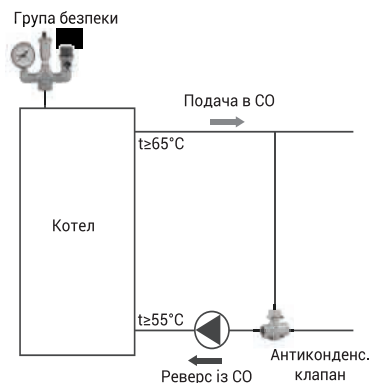
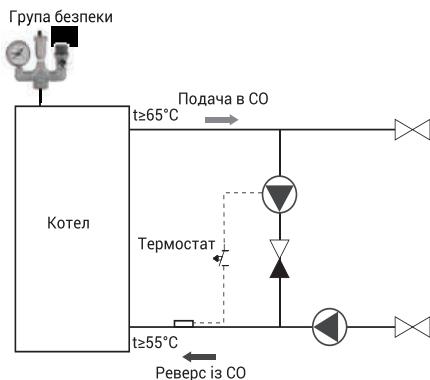
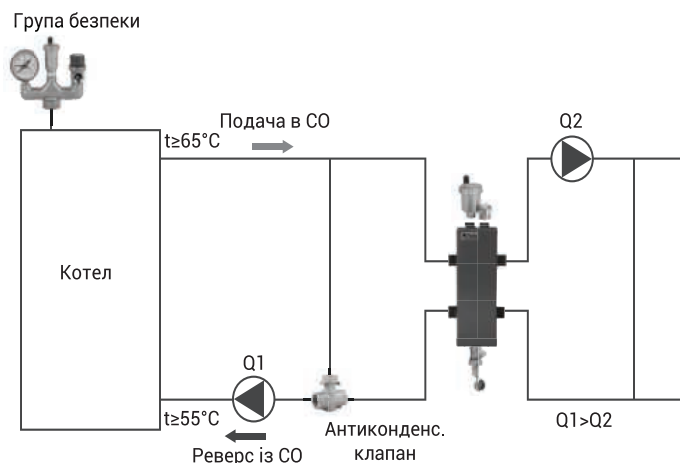

Рис. 2. Схема з байпасом та антиконденсаційним клапаном
Рис. 3. Схема з байпасом та насосом
Рис. 4. Схема з гідравлічним роздільником
Для правильного під'єднання котла до опалювальної системи необхідно дотримуватися таких умов: температура в котлі не повинна бути нижче 65 °C, а температура води на поверненні в котел — не нижче 55 °C. Це обумовлено конденсацією водяної пари на холодних стінках котла (так зване потіння котла), що викликає скорочення терміну його служби. Це явище можна попередити, якщо встановити вищу температуру води в котлі і регулюючи температуру в окремих приміщеннях за допомогою термостатичних клапанів або застосування змішувальних систем, наприклад у вигляді обхідного містка (рис. 2), дозуюче-змішувального насоса (рис. 3), гідравлічного роздільника (частковий захист) особливо в великих системах центрального опалення з великою кількістю води (рис. 4).
3. Для запобігання утворенню конденсату в котлі необхідно в системі забезпечити температуру води патрубку повернення не нижче 55°C . Схеми захисту наведені на рис. 2 та рис. 3.